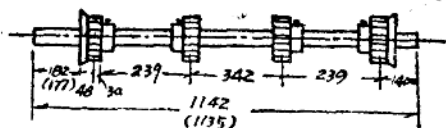

图 6
⑤将衬托軸及导盘組成后，从牆板孔穿入，再装两端軸承及圓軸衬，根据記号固定位置。
⑥与④同法，将主动軸及导盘組成后，从格子門穿入（长軸头在右侧）。当軸头伸入牆板孔后，装上两端軸衬及其托脚，然后在松去那只有边导盘的上部衬一条白鉄皮，慢慢地轉动水平帘一段。当白鉄皮卷到导盘下部时，就用銅錘头輕輕敲击导盘，使边滑出帘外。再后校正导盘与胶带符合，支螺方位一致綽牢之。
⑦調节张力軸托脚张力螺絲，并轉动帘子，使帘子与牆板空隙左右一致，张力适当。
⑧装上水平帘两侧木質护条及导棉錘鉄块。
⑨装上机框尾部支持杆及鉄皮罩支脚。
①装上斜帘漏底和斜帘后部角鉄条。
②精校主动軸、张力軸、衬托导盘軸及橫軸的水平灵活，然后在軸承处做好記号拆下。
③照图6组成的主动导盘轴穿入斜帘内（长轴头在右侧），用直径3/8"棉绳扎紧斜帘，卷口朝上，绳结打在上方，次将直径1"×100"钢管穿入导盘内，将其抬到牆板上，再搁于轴衬槽内。然后慢慢松开绳子，使斜帘徐徐滑下。最后装好左右轴衬。
④将张力导盘轴组成后（导板位置与主动导盘轴相仿，所不同者如图6括号内所示尺寸），从牆板圆孔穿入机框（长轴头在右侧），轴头伸入牆板槽内，而后装上两端轴衬及其托脚，初紧螺絲。
⑤装上斜帘前部角铁条，注意在拈螺絲时，手不要与角釘触碰，以保证安全。
⑥装上斜帘后部衬托铁皮板及下部铁皮門一块。
⑦装入斜帘内两根衬托导盘轴，而后把斜帘轴搖柄装于斜帘主动导盘轴右端，手搖回轉斜帘，检视导盘边与牆板之間隙，要求左右一致，角釘不触碰，回轉沒異声，张力适当，然后締紧张力托脚螺絲。
⑧装上牆板槽两侧鋤铁压板，螺絲不能过紧，避免損坏。
①将均棉罗拉、法兰盘及轴衬組成后，用直径3/8"棉繩紮起抬到牆板槽内（长轴头在左端），初紧法兰盘下面一只固位螺絲。
②装上左右刻度板，頂部应与牆板平面齐，締紧螺絲。再套上隔距指針板，校正均棉罗拉与斜帘之隔距，并使两侧指針方位一致，締紧法兰盘固位螺絲，要求罗拉回轉灵活。
③校正均棉罗拉与法兰盘左右間隙一致，而后固定轴头右端的紧圈位置。
①先装坐格，初紧螺絲，次将皮打手、法兰盘、鋼珠軸承組成后抬上（皮翼回轉方向应符合），注意軸承加油孔应在前方，初紧法兰盘螺絲。